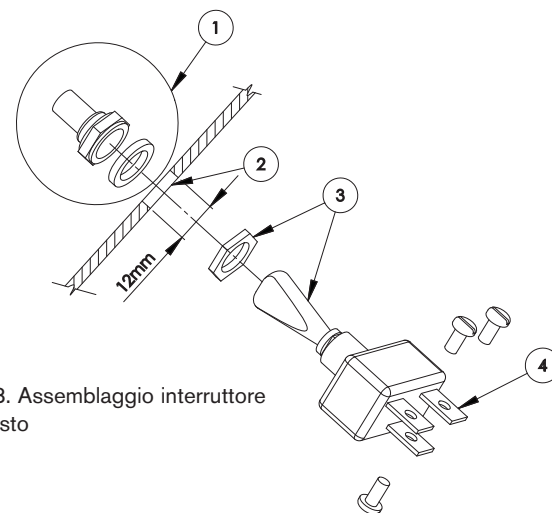

Fig. 13. Assemblaggio interruttore di arresto
2. Avvitare il controdado a fondo sull'interruttore. Componente 3 in Fig. 13.